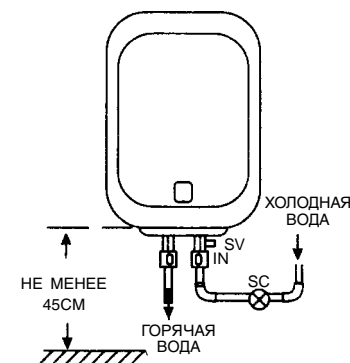

Рис. 3
7. Соберите подсоединение воды согласно рис. 3.